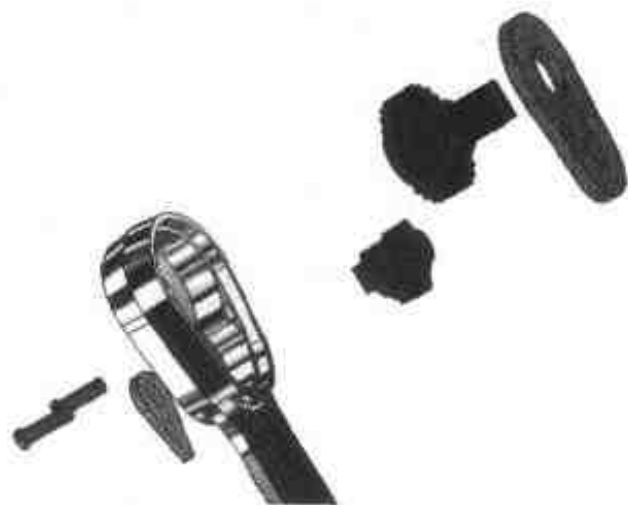

图 5.10 组成棘轮机构的零件
- (1) 打开所附光盘中的文件 score\example\jixie\5\棘轮机构零件，所有组成本机构的零件都在这里给出，结果如图 5.10 所示。